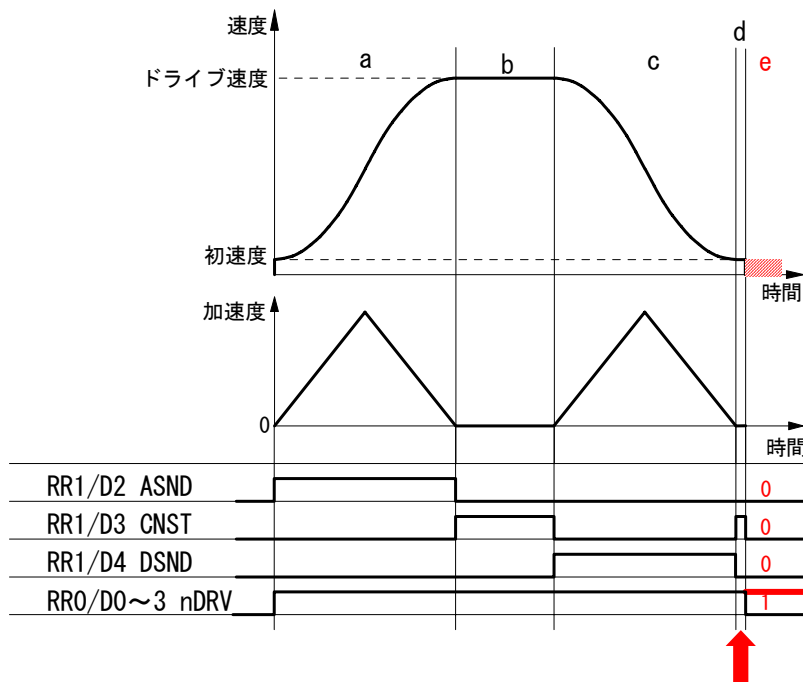

図3 RR1レジスタが示す加減速状態
I Cの RR1 レジスタからは、加速中(ASND)、定速中(CNST)、減速中(DSND)の加減速状態を読み取ることができますが、この時の加減速状態は次の図3 ようになります。
減速停止要求が入ると不具合が発生する可能性がある区間は図3中dの区間で、この時の加減速状態は定速(CNST=1)を示しています。また不具合(連続してパルスを出す)が発生した場合には、ドライブ中(RR0/nDRV=1)にもかかわらず、ASND,CNST,DSNDはいずれも0となります。
基本的には減速が始まったら、減速停止をさせる必要がないわけですから、減速停止命令(26h)の発行を禁止するようにします。減速中であることを知るには通常 nRR1/D4(DSND)を見ますが、図3に示すように、減速停止命令を書くと不具合が発生するのは図3中dの区間です。この区間ではDSNDビットは0になりCNSTビットが1になります。従って、回避策として次の2つの方法を提案させていただきます。
減速停止をかけたい区間は加速時及び定速時(図3のaとb)ですが、図3に示すように、不具合を起こす区間dも定速区間bと同じ定速状態を示します。しかし現在速度に違いがあり定速区間bでは設定ドライブ速度に近く、不具合を起こす区間dでは初速度に近い値です。従って、ドライブ開始前に初速度とドライブ速度の中間の速度を判定速度((ドライブ速度-初速度)/2+初速度))として求めておき、ドライブ中減速停止命令を発行する時には、加速中(ASND=1)または定速中(CNST=1)で且つ現在速度>=判定速度ならば減速停止命令を発行するようにします。
割り込みの発生要因として、図 3 に示す S 字加減速の定速域(b 区間)終了を設定することができます。しかしこの割り込みは、図 3 に示すように、ドライブ終了間際に d 区間がある場合、すなわち終了間際に初速度に到達した場合、あるいは加速度が 0 になった場合にも発生します。不具合はドライブ終了間際に、速度が初速度に到達しないで加速度が 0 に落ちた状態で、減速停止要求が発生すると起きますので、必ず d 区間が現れます。d 区間終了時の割り込み発生のタイミングで不具合か否かを判定する方法です。
- ① 定速域終了を確認します。ドライブしている軸の RR3/D5(C-END)ビットが 0 の場合は、他の割り込み要因ですので、そちらの割り込み処理を行ないます。
- ② 減速域に入ったか確認します。RR1/D4(DSND)=1 の場合は、図 3 の b 区間から c 区間にはいった時ですから、そのまま処理を終了します。=0 の場合は d 区間終了であること示していますので、③の処理に移ります。
- ③ ドライブの終了を確認します。もしドライブが終了していれば、d 区間も正常に終了したことなので、そのまま処理を終了します。ドライブが終了していない場合は、d 区間が終了したにもかかわらずドライブ状態であることですので、不具合が発生したことがほぼ確定できます。即停止命令をかける前に、次の④と⑤は安全のために確認します。
- ④ ハードリミットがオンしていることを確認します。RR1/D12,D13 ビットはそれぞれ+方向、-方向のリミットが作動すると 1 を示しますので、D12=1 または D13=1 ならば、進行方向のリミットがオンしたと判断します。
- ⑤ 不具合発生時には ASND=CNST=DSND=0 となるので、これを確認します。
- ⑥ 即停止命令を発行します。
図 3 の d 区間において進行方向のリミットがアクティブになると不具合が発生します(正確には、まれに発生する場合があります)。これを事前に回避する方策はありませんので、不具合が発生したら直ちに停止させる方法を取ることになります。図 3 に示すように不具合が発生すると(e 区間)、ドライブ状態のまま(RR0/nDRV=1)、加減速状態は ASND、CNST、DSND とともに 0 になります。この状態は正常なドライブでは起きません。よって、次のような対策のための処理例を示します。